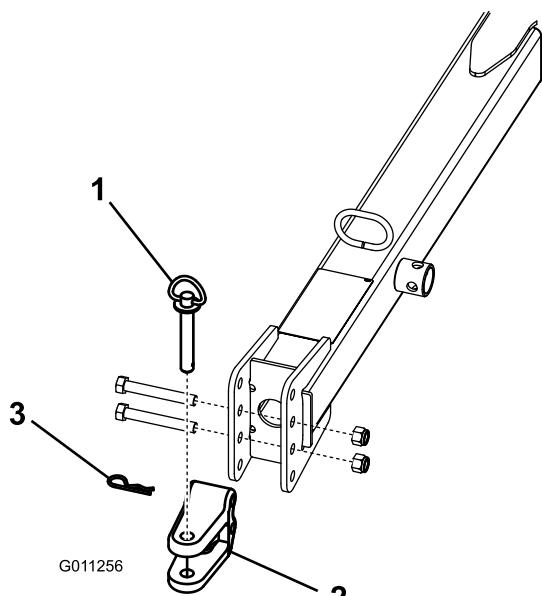

Figura 9
- Retire os parafusos e as porcas que fixam a forquilha de engate (Figura 9) ao garfo de engate.